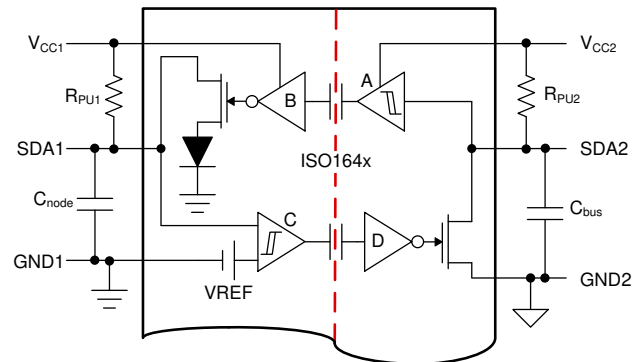

図 2. 双方向 SDA 信号を単方向絶縁チャンネルに分離する ISO164x 方式
図 2 の機能図に、I2C バスからの双方向シリアル・データ・ライン (SDA) 信号を内部で 2 つの単方向信号に分離し、デジタル・アイソレータのチャンネルを使用して絶縁する方法を示します。絶縁型 I2C デバイスは、サイド 1 の低容量 I2C ノードと、サイド 2 の最大 400pF の重負荷 I2C バスとインターフェイスがとれるように設計されています。内部単方向チャンネルの配置と接続によっては、ラッチアップが発生しやすい閉信号ループが形成されます。このラッチアップ状態は、ダイオードの電圧降下により出力 Low レベルを約 0.65V 上昇させた出力バッファ (B) と、ヒステリシスを定義したコンパレータで構成される入力バッファ (C) を実装することにより防止できます。その結果、コンパレータの入力の上限スレッショルドと下限スレッショルドにより、SDA1 からの Low 電位と出力バッファ B からの Low 電位が区別されます。